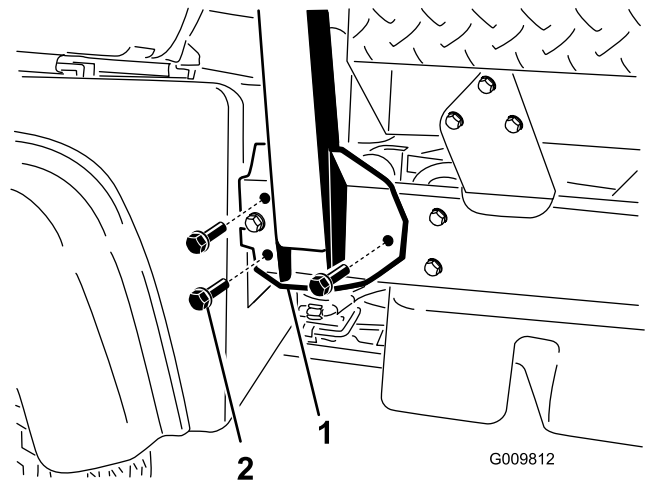

Figura 6
2. Alinee cada lado del ROPS con los taladros de montaje de cada lado del bastidor de la máquina (Figura 6).
3. Sujete el soporte de montaje del ROPS al bastidor de la máquina usando 3 pernos con arandela prensada ( $\frac{1}{2}$ " x  $1\frac{1}{4}$ ") en cada lado (Figura 6).